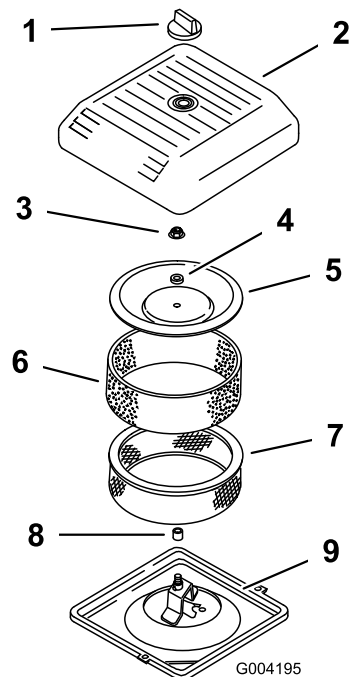

Figura 18
1. Desenrosque el pomo y retire la cubierta del limpiador de aire (Figura 18).
7. Deslice cuidadosamente el prefiltro de gomaespuma sobre el elemento de papel (Figura 18).
8. Instale la cubierta del limpiador de aire y fíjela con el pomo (Figura 18).
1. Deslice cuidadosamente el prefiltro de gomaespuma sobre el elemento de papel (Figura 18).